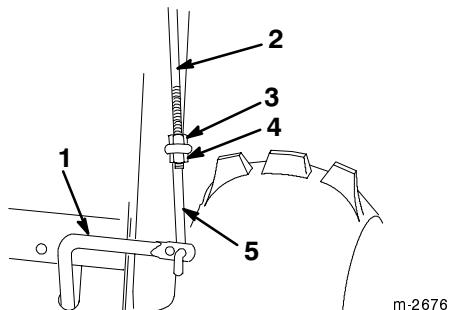

Figure 9
- Vissez un écrou à embase (embase vers le bas) sur la tige de commande supérieure située sur le mancheron de droite (Fig. 9).
- Passez la tringle inférieure dans le trou extérieur de la tige de commande inférieure (Fig. 9).
- Insérez la tige de commande supérieure dans la boucle de la tringle inférieure (Fig. 9).
- Visssez un contre-écrou à embase (embase vers le haut) sur le bas de la tige de commande supérieure, sous la boucle de la tringle inférieure (Fig. 9).
- Corrigez la position des contre-écrous si nécessaire pour obtenir cet écartement, puis serrez solidement les contre-écrous (Fig. 9).